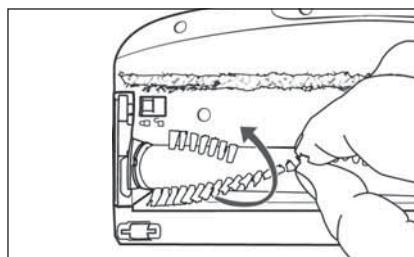

Fig. 25
- 3) Tire del rodillo de cepillos ⑩ por las cerdas para extraerlo del cepillo para suelos ⑪. Para extraerlo con más facilidad, gire ligeramente el rodillo de cepillos ⑩ al mismo tiempo (consulte la fig. 25).